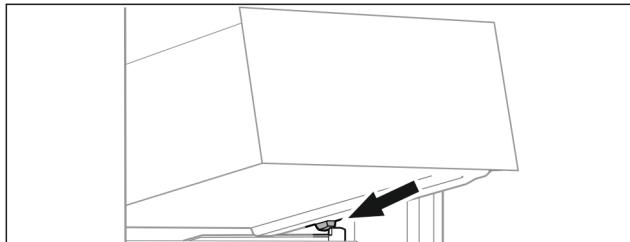

Fig. 15
- Nasadte zásuvku šikmo za zarážky na žebrování na nádoby Fig. 15 (1).